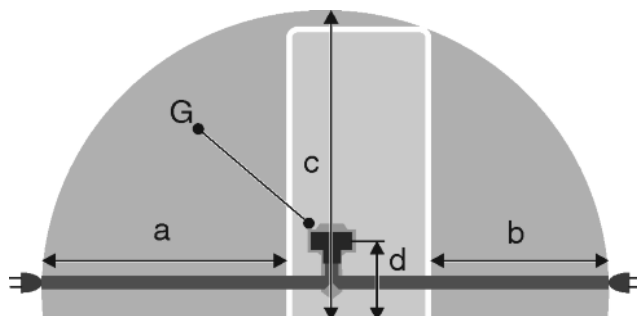

Fig. 41
- Gniazdo znajduje się poza tylną częścią urządzenia w podanym obszarze Fig. 41 (a, b, c).
- ▶ Wtyczkę urządzenia Fig. 41 (G) podłączyć z tyłu urządzenia. Zwrócić uwagę na prawidłowe zazębienie.